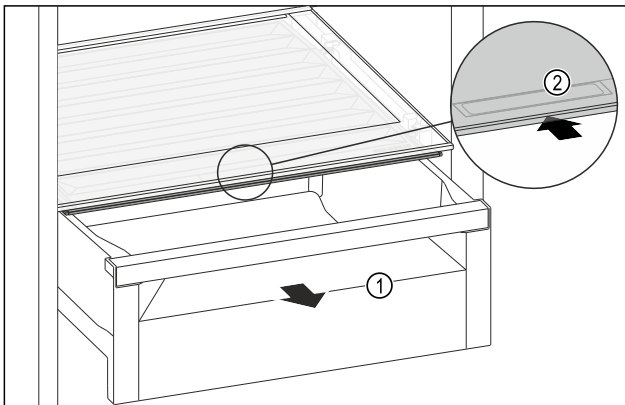

Fig. 152
- Retirer le tiroir Fig. 152 (1).
- Saisir la poignée encastrée Fig. 152 (2) du couvercle du compartiment et pousser le couvercle du compartiment vers l'arrière.